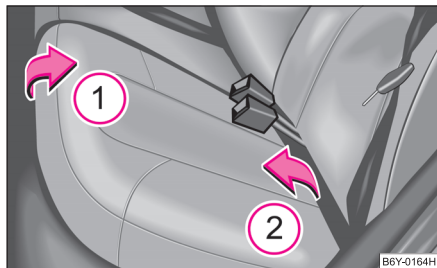

Fig. 52 Plierea scaunului din spate
- Ridicați perna scaunului din spate în sensul săgeții ① ⇒ fig. 52 și rabatați-o în față conform săgeții ②.